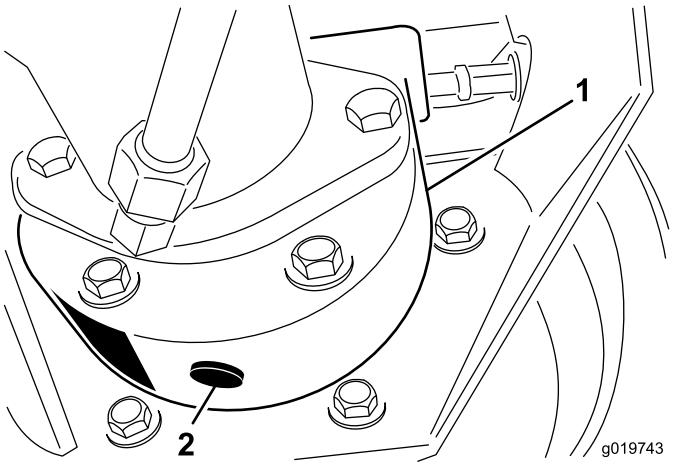

Figure 56
- Placez un bac de vidange sous le carter de frein et enlevez le bouchon pour permettre à l'huile de s'écouler (Figure 56).